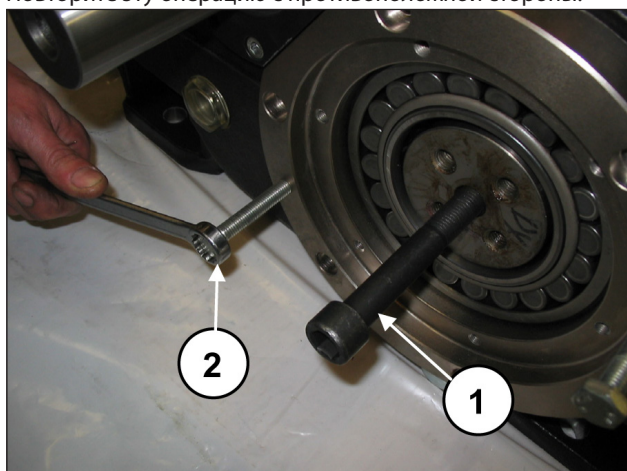
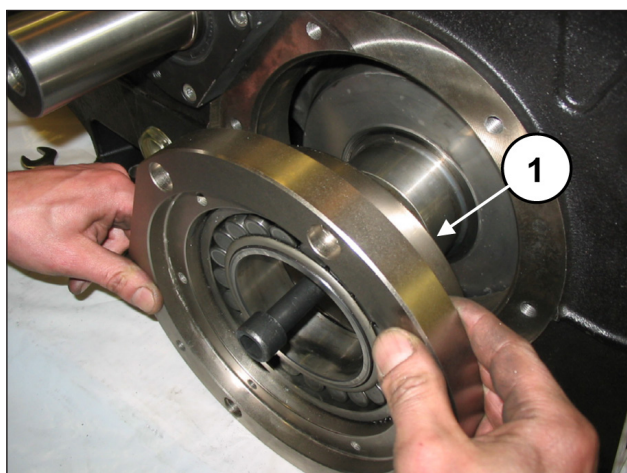

Рис. 23
Рис. 24
Установите шпильку с резьбой M16 на оконечность коленчатого вала (поз. ①, Рис. 23) и, удерживая его в приподнятом положении, снимите крышку-держатель подшипника вместе с подшипником и уплотнительным кольцом O-ring (поз. ①, Рис. 24). Для удобства демонтажа используйте 2 штифта или винта M10 (поз. ②, Рис. 23), выступающих в роли съемников.